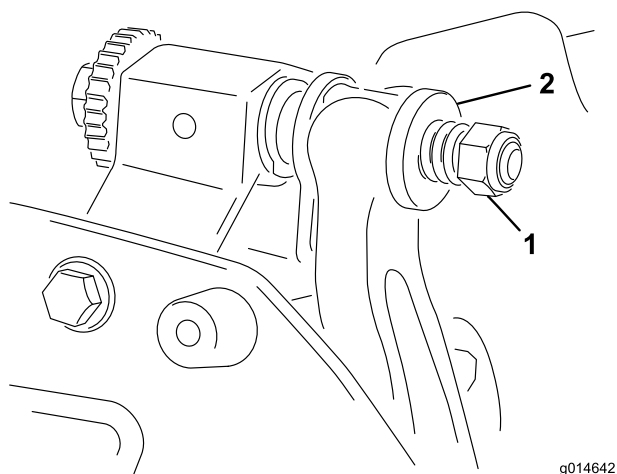

Figura 16
6. Aperte a porca da mola tensora até que a mola fique recolhida; em seguida, desaperte meia volta (Figura 16).